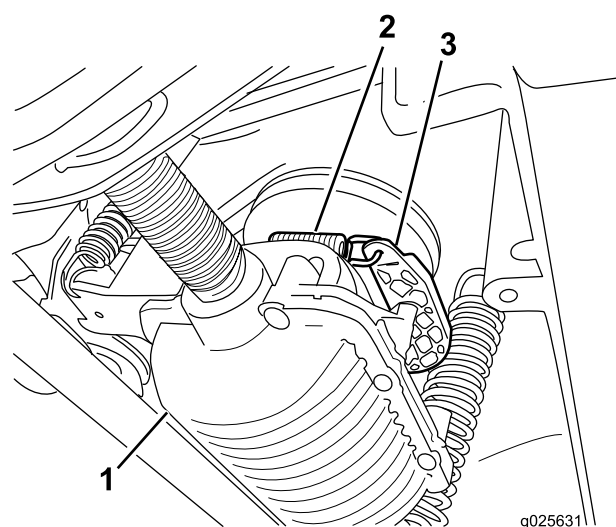

Figure 2
4. Fixez le côté ressort du câble au levier d'activation de la boîte de vitesses, comme montré à la Figure 2.